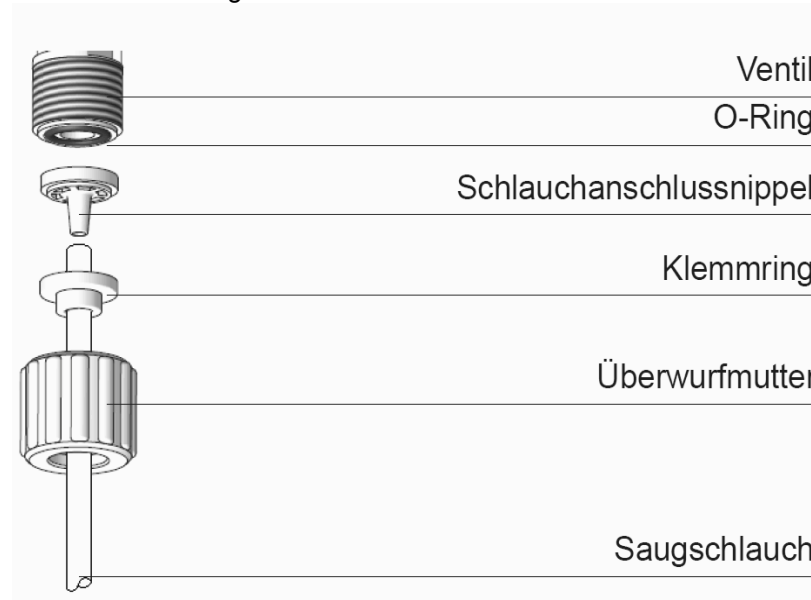

Abb. 4.2
- Schieben Sie den Schlauch durch die Überwurfmutter und den Klemmring auf den Schlauchnippel, wie in Abb. 4.2 gezeigt. Achten Sie darauf, dass der Schlauch bis zum Anschlag auf den Schlauchnippel geschoben ist.
- 5) Montieren Sie abschließend den Saugschlauch - wie in Kapitel 4.3.1, Abb. 4.2 beschrieben.